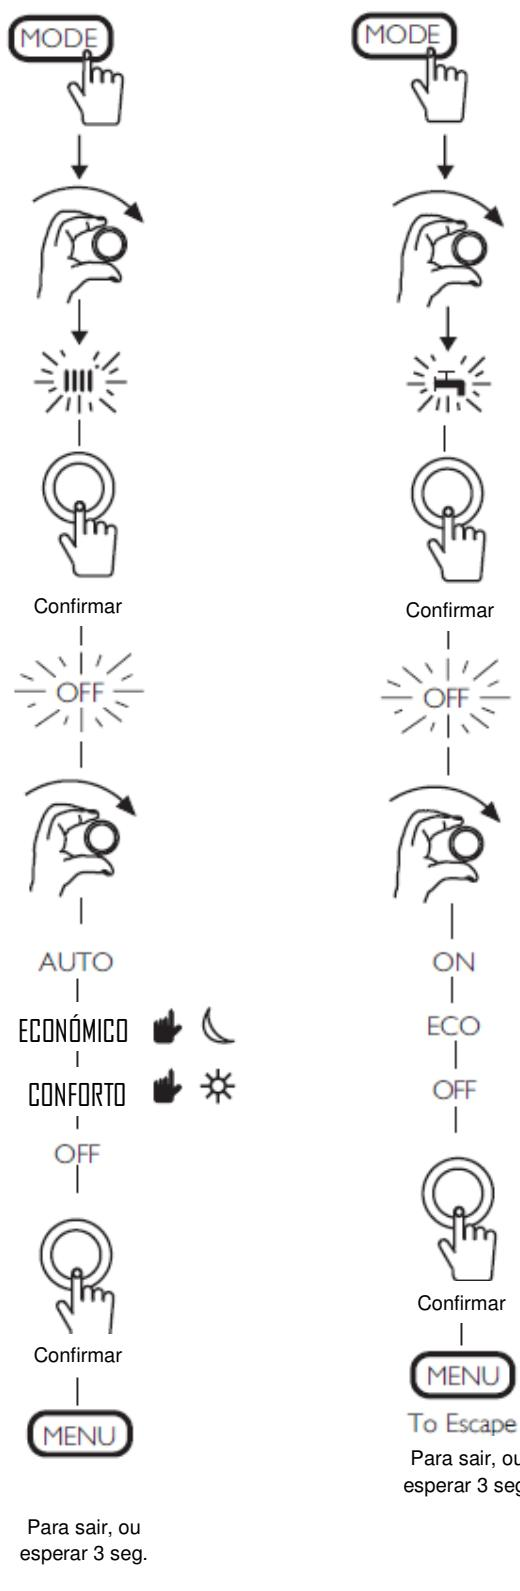

Fig. 21: Ativação dos serviços de Aquecimento e AQS.
- 5 Premir a tecla “MODE” e rodar o seletor rotativo até o símbolo de Aquecimento se mostrar intermitente no ecrã. Fig. 21 (coluna esq.)
- 1 Recomendamos que este serviço esteja configurado em “ON”. Se necessário, altere a configuração seguindo os passos da Fig. 21 (coluna direita).